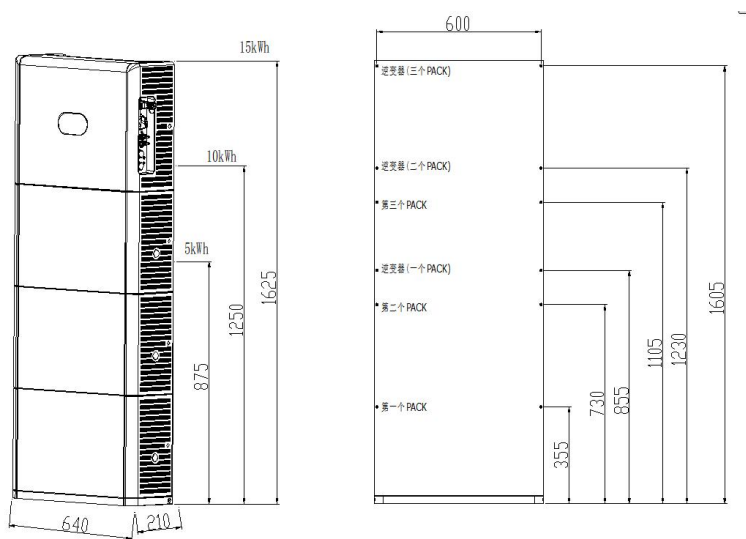

图 4.3 逆变器安装空间
- (1) 安装地点周围有足够的预留空间，便于机器拆装。如图 4.3 所示;